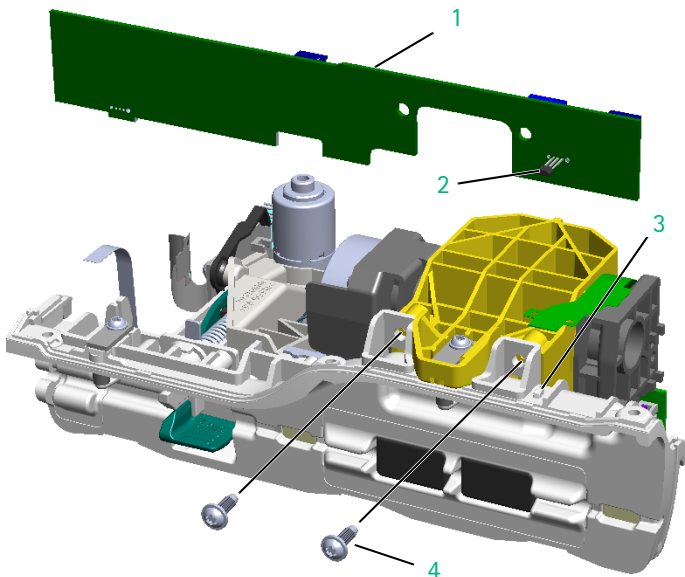

Fig. 3 - 32
- a) Pump (Fig. 3 - 31 / Item 2).
- b) SHK PCB ICPP (Fig. 3 - 31 / Item 5).
- c) Air sensor (Fig. 3 - 31 / Item 6).